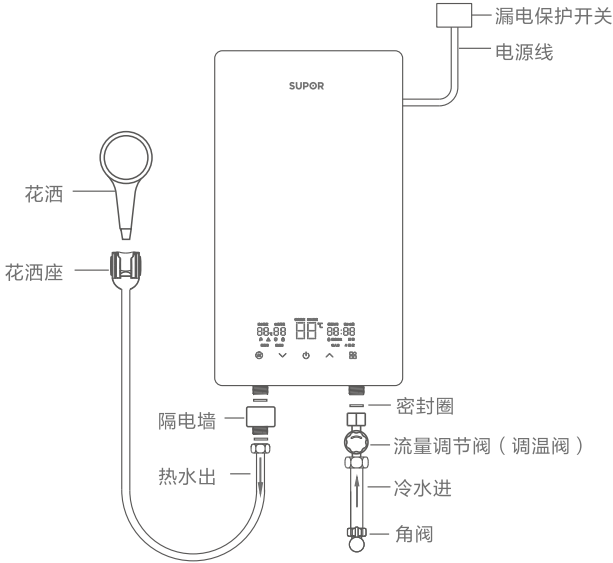

图4
5. 隔电墙安装：将标配隔电墙一端与机器出水口接驳好，中间应放密封圈，隔电墙的另一端与花洒软管另一端接驳好。（见图4）